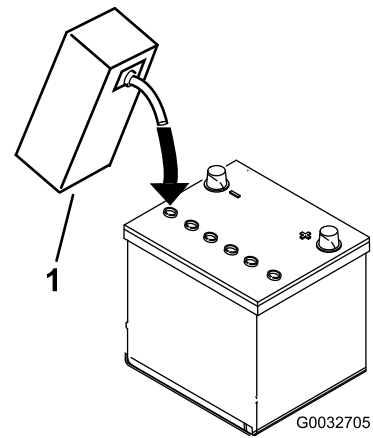

Bild 7
4. Lassen Sie die Elektrolytflüssigkeit für 20 bis 30 Minuten in die Platten durchtränken. Füllen Sie nach Bedarf auf, um den Elektrolytstand auf ungefähr 6 mm unter den Einfüllstutzen anzuheben (Bild 7).
3. Füllen Sie vorsichtig Elektrolyt in jede Zelle ein, bis die Platten ungefähr mit 6 mm Flüssigkeit bedeckt sind (Bild 7).